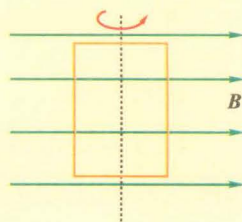

图 2-1-9
1. 如图 2-1-9 所示, 一线圈在匀强磁场中匀速转动, 经过图示位置时()。